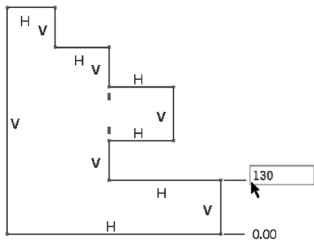

图 2-70 标注纵坐标尺寸
3) 用鼠标左键选取基线尺寸,并选取要标注的图元或测量点,然后按鼠标中键放置纵坐标尺寸,并确定其值,如图 2-70 所示。